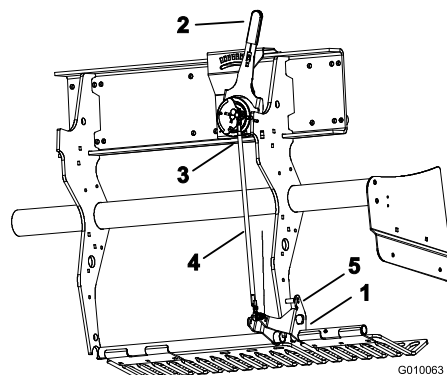

図 58
1. 左ターフ・ガード取り付けブラケット（図 58）を上回転させて、固定ピン（5/16” のドリルビットかボルトを使う）を、ブラケットと深さ設定チューブの間に挿入する。
2. タイン深さレバー（図 58）を H に設定（一番深い設定に）する。
3. アウトボード・ボール・スイッチ（図 58）をワイヤ・ハーネス（ヘッド降下スイッチ）から外す。
4. 深さ調整タイロッドのジャムナット（左右）をゆるめる（図 58）。